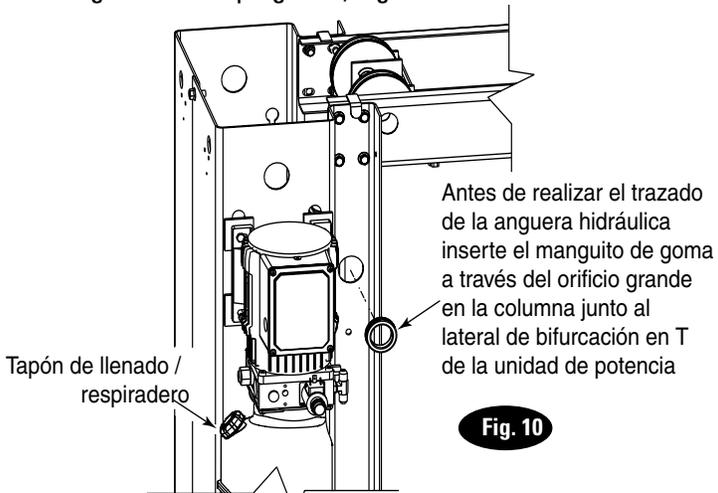
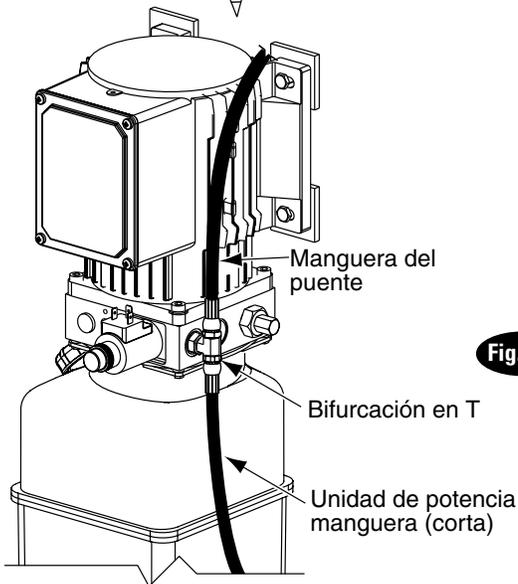

Fig. 10
Fig. 10a
9. Mangueras de la serie E: Antes del trazado de las mangueras, inserte el manguito de goma en la columna, Fig. 10. Limpie los adaptadores y la manguera. Compruebe que las roscas no presentan daños y que los extremos de la manguera están plegados, Fig. 10a.
Relleno del aceite: Use líquidos hidráulicos o Dexron III ATF, que cumplan con las especificaciones ISO 32. Remove fill-breather cap, Fig. 10. Extraiga la tapa del respiradero de llenado, Fig. 10. Vierta el líquido hasta que alcance la marca de llenado en el depósito. El sistema tiene una capacidad de (14) cuartos de galón (aprox. 16 litros). Vuelva a colocar la tapa del respiradero de llenado.
- Empuje el cable hacia arriba hasta que el inserto esté por encima del carro de grúa Fig. 10.